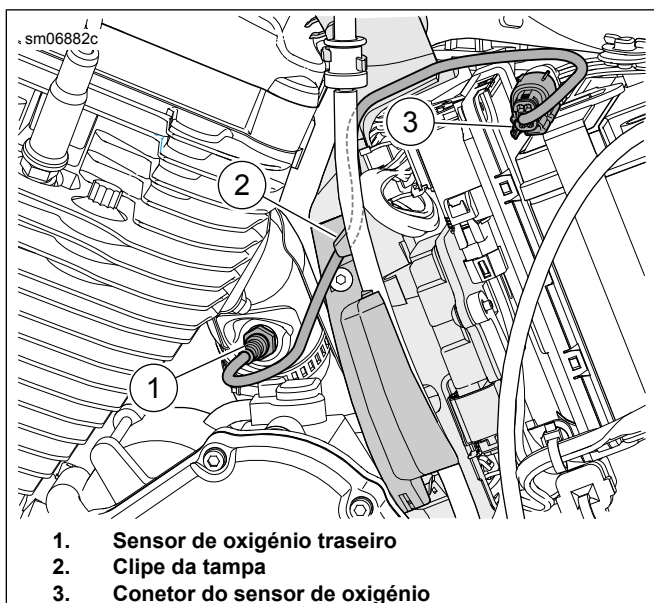

Figura 46. Sensor de Oxigênio Traseiro
Ver Figura 46. Desligar o conector do sensor de oxigênio traseiro (3) do chicote principal.